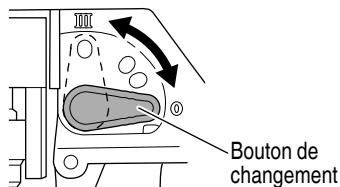

Fig. 6
- (1) La scie sauteuse utilise un fonctionnement orbital qui déplace la lame tout aussi bien d'avant en arrière que de haut en bas. Régler le bouton de changement montré à la Fig. 6 sur "0" pour minimiser le fonctionnement orbital (la lame ne se déplace que de haut en bas). Le fonctionnement orbital peut être sélectionné en quatres étapes de "0" à "III".